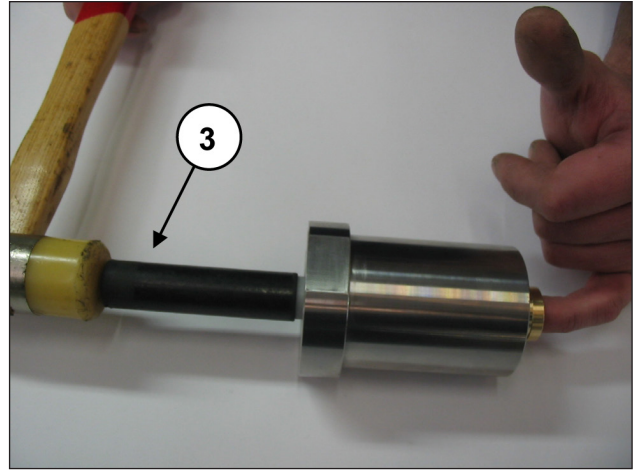
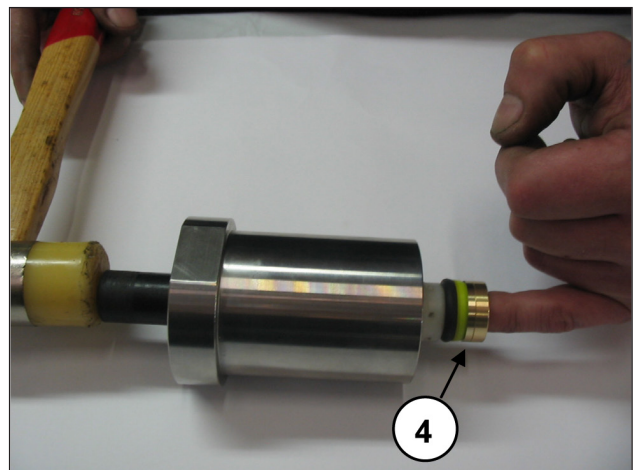

Abb. 52
Abb. 53
- Ziehen Sie nach Trennung der Buchse vom Dichtungshalter mit einem speziellen Kunststoffdorn ③ gemäß Abb. 52 den HD (Hochdruck) Dichtungssatz ④ wie in Abb. 53 heraus.
Bei jedem Ausbau muss der HD-Dichtungssatz ④ Abb. 53 ersetzt werden.